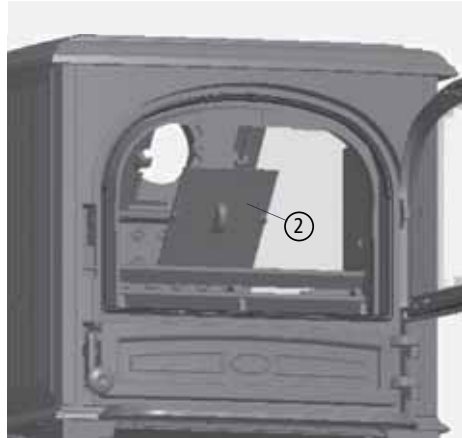

Abb. 3.5 Revisionsdeckel im Brennraum
- ② Revisionsdeckel (siehe Abb. 3.5) in der Brennraum-Rückwand entnehmen,
- ③ den oben in der Deckplatte montierten Blinddeckel von unten durch die Revisionsöffnung demontieren - mittig verschraubt mit VA-Sechskantmutter M6, SW 10mm,
- ④ den auf der Rückwand montierten Rohrstützen lösen - seitlich verschraubt, 2 x VA-Sechskantschraube M6, SW 10mm - und den Rohrstützen entnehmen,
- ⑤ den Rohrstützen auf der Deckplatte anschrauben - seitlich mit 2 x VA-Sechskantschraube M6, SW 10mm,
- ⑥ den Blinddeckel mit seiner Traverse ⑦ in der Rückwand befestigen - mittig verschraubt mit VA-Sechskantmutter M6, SW 10mm,
- ⑧ das Rückwandblech wieder montieren.